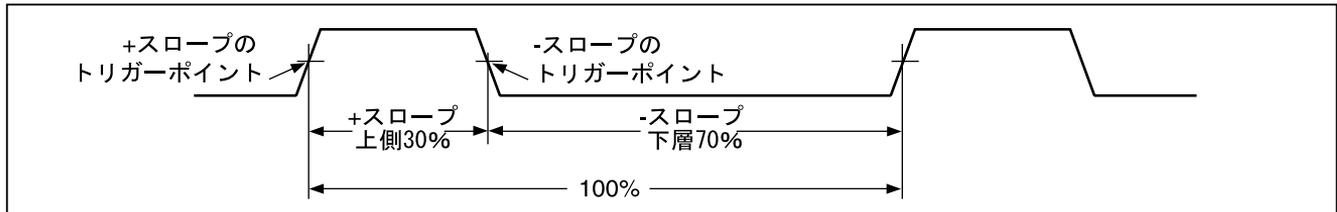

図 9. デューティー・サイクル測定のコポーネント
周波数を測定するには、本器を信号源に接続してから、 を押します。 を押すと、トリガーのスロープを、+ と - で切り替えることができます。トリガーのスロープは、ディスプレイの左側に記号で示されます (図 9 デューティ・サイクル測定のコポーネントを参照して下さい)。 を押すと、カウンタが停止又は再開します。
デューティー・サイクル (又はデューティー・ファクター) とは、信号が 1 サイクルの間にトリガー・レベル以上あるいは以下にある時間の比率です (図 9)。デューティー・サイクル・モードは、ロジック信号及びスイッチング信号のオン又はオフの時間測定用に最適です。電子燃料噴射装置やスイッチング電源などのシステムは、異なる幅のパルスによって制御されており、デューティー・サイクルの測定によりチェックできます。
2. 再度  を押して信号のデューティー・サイクルを測定します。 を押して、信号の正のパルスか負のパルス（図 9 参照）の測定を選択します。